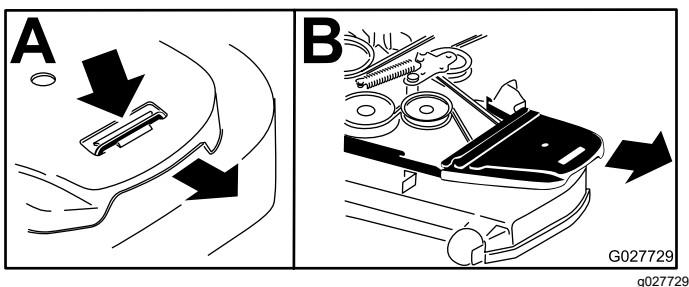

Figura 86
6. Retire las cubiertas de la correa (Figura 86).